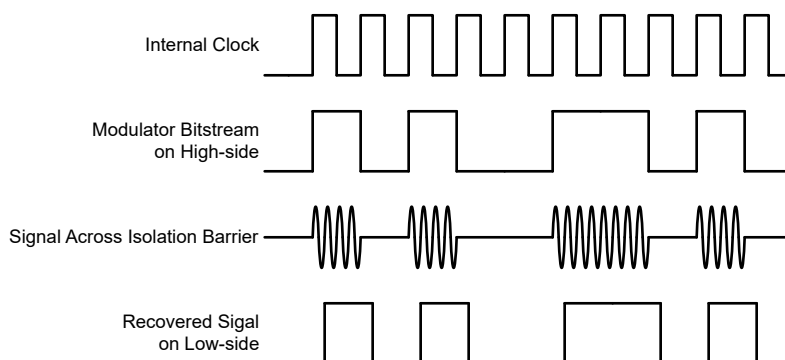

図 7-4. OOK ベースの変調方式
図 7-4 に示されているように、AMC0x03M2510 は、オン / オフ キーイング (OOK) 変調方式を使用して、変調器の出力ビットストリームを、 SiO_2 ベースの絶縁膜間で伝送します。送信ドライバ (TX) をに 機能ブロック図 示します。TX は、内部で生成された高周波キャリアを絶縁バリア越しに送信し、デジタル 1 を表現します。ただし、TX はデジタル 0 を表す信号を送信しません。AMC0x03M2510 で使用されるキャリアの公称周波数は 480MHz です。